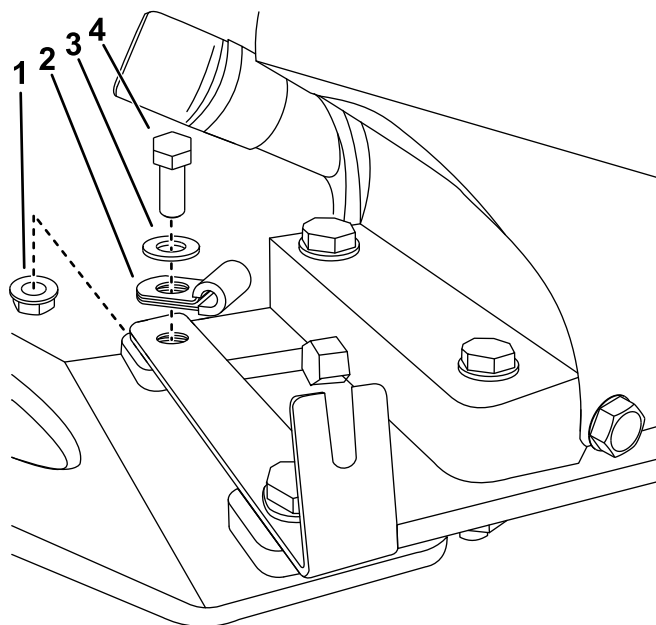

图17
11. 将拉索布置到发动机前部的下方并穿过拉索夹图17。
12. 将拉索夹安装到右前发动机螺栓图17。